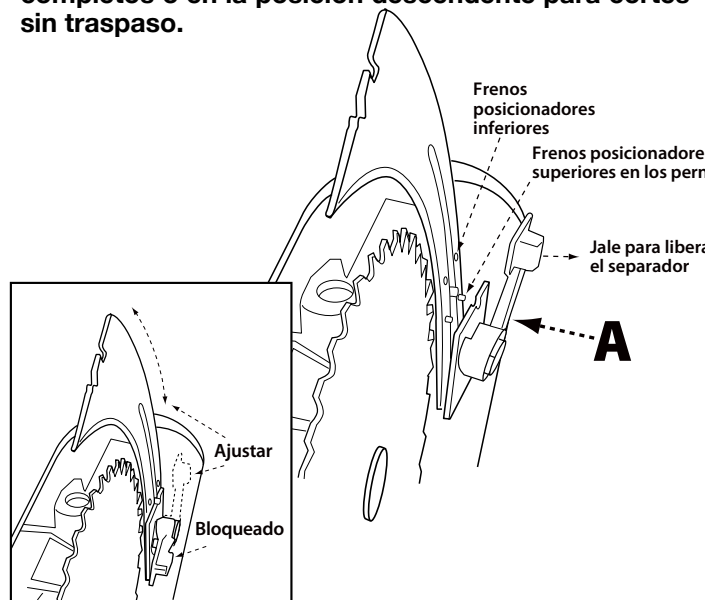

FIGURA 19
3. Jale la palanca de desbloqueo del separador (A) para liberar el separador del mecanismo de sujeción. Vea la Figura 19.